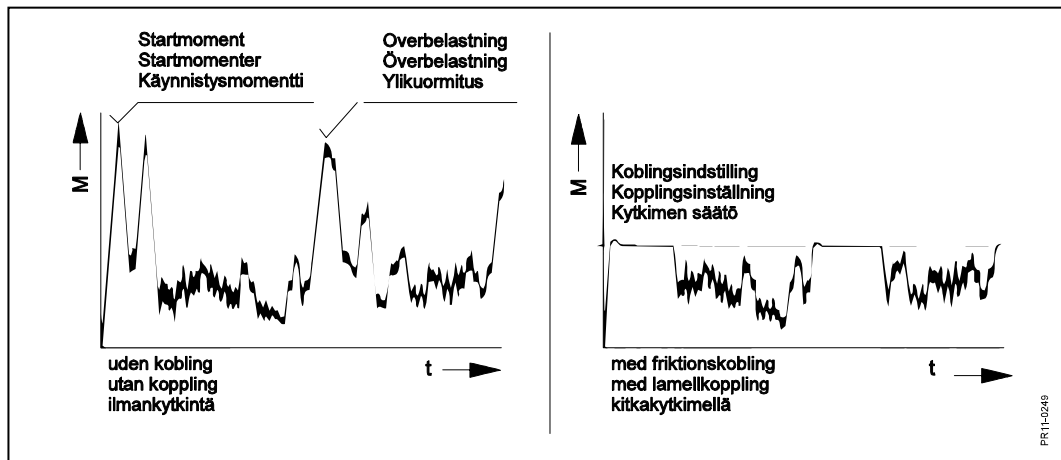

Fig. 5-1
**Fig. 5-1** Um eine lange Lebensdauer für Schlepper und Maschine sicherzustellen, ist die Maschine mit **Friktionskupplungen** auf den Gelenkwellen sowie zwischen Wagen und Schneidwerken ausgerüstet. Unterschiede liegen darin, in welcher Richtung der Freilauf läuft. Die Figur zeigt, wie die Kupplung die Transmission gegen hohe Momentspitzen sichert und gleichzeitig im Stande ist, das Moment hoch zu halten, während sie gleitet.